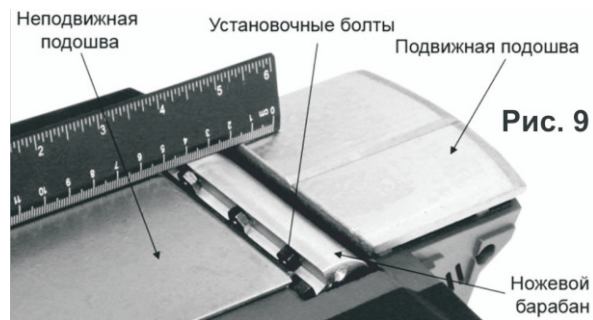

Рис. 9
- Ослабьте с помощью рожкового ключа три установочных болта (См. Рис.9).